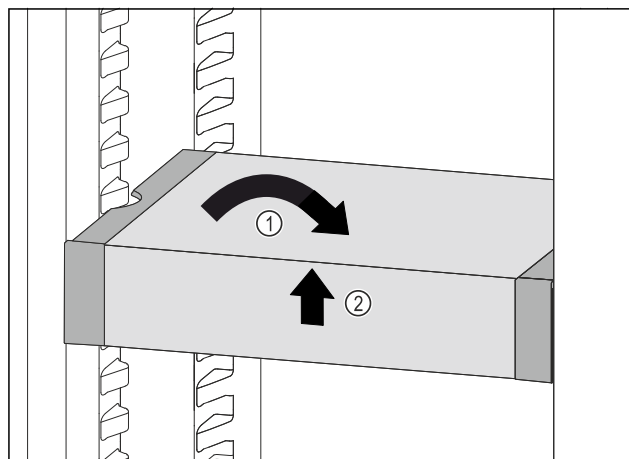

Fig. 55
- ▶ Placer VarioSafe lige. Fig. 55 (1)
- ▶ Løft VarioSafe op foran. Fig. 55 (2)